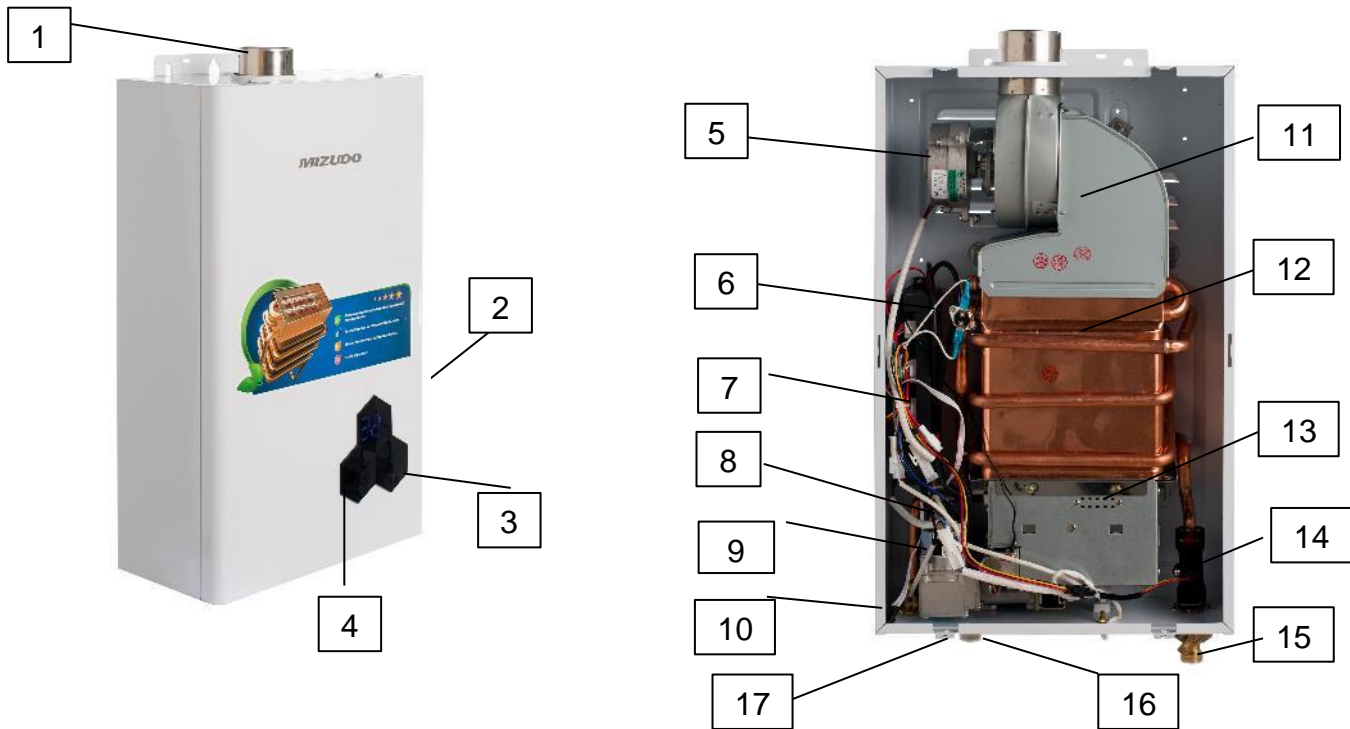

Рис. 1. Аппарат водонагревательный проточный газовый бытовой
Составные части изделия, поясняющие принцип устройства аппарата и требующие технического обслуживания во время эксплуатации, показаны на рис. 1.
1.4.7 Установка температуры осуществляется прикосновением к сенсорному дисплею (см. рис. 1).